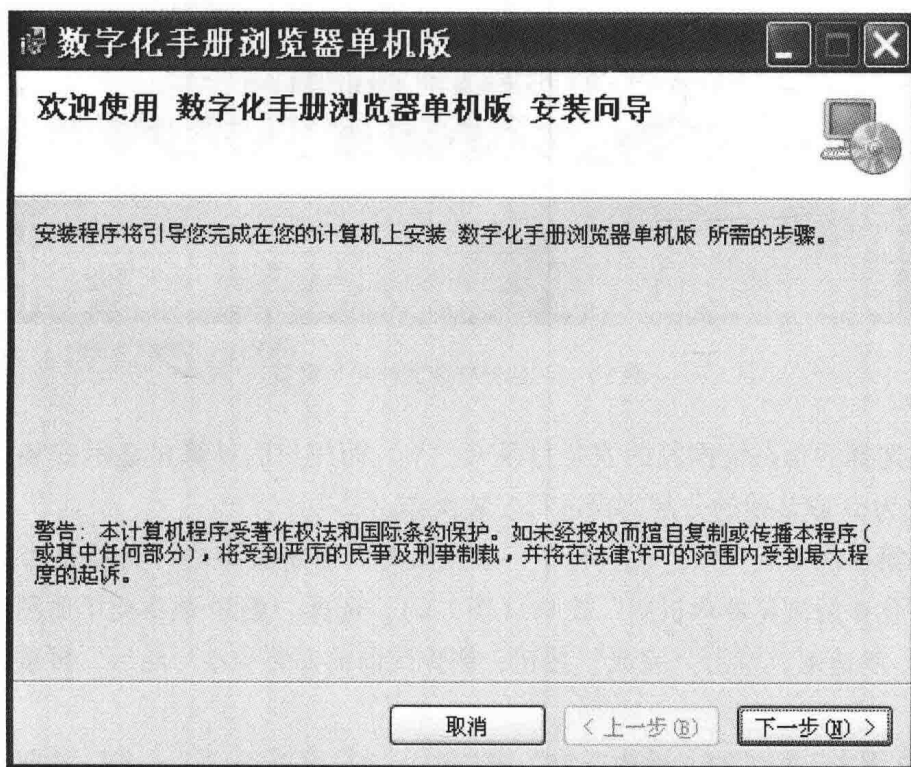

图 1-4 “数字化手册浏览器单机版”安装向导
4) 安装完成后进入图 1-4 所示的“数字化手册浏览器单机版”安装向导。在用户阅读警告内容并表示同意后，单击“下一步”按钮。